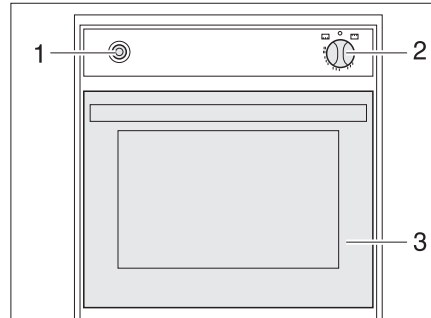

Bild 130 Gasbackofen
- Backofenklappe (Bild 130,3) ganz öffnen.
- Drehregler (Bild 130,2) leicht drücken und auf "🔥" (Backofen) stellen.
- Drehregler (Bild 130,2) drücken und 5 bis 10 Sekunden lang gedrückt halten. Es strömt Gas zum Brenner.
- Zündschalter (Bild 130,1) so oft drücken, bis die Flamme brennt.
- Drehregler (Bild 130,2) auf "0" drehen. Die Flamme erlischt.